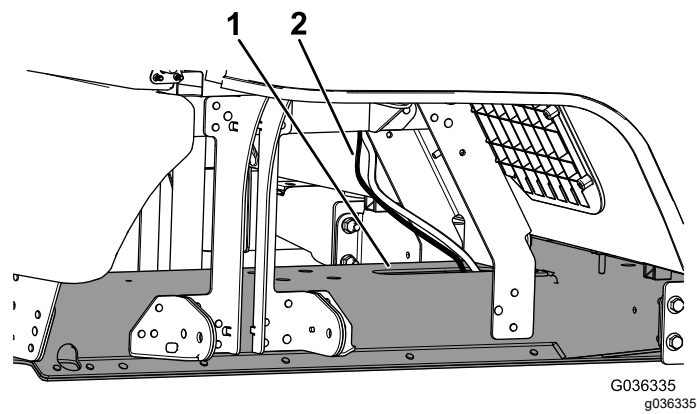

Figure 11
3. Faites passer le faisceau de câblage du kit par l'ouverture en haut du profilé du cadre (Figure 11).